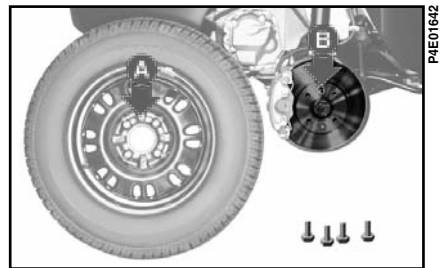

fig. 5
8) Asigurați-vă că roata de rezervă este bine curățată de impurități și substanțe uleioase care pot unge prezoanele. Montați roata de rezervă asigurându-vă că cele două bolțuri **A**-fig. 5 se potrivesc în orificiile **B**.